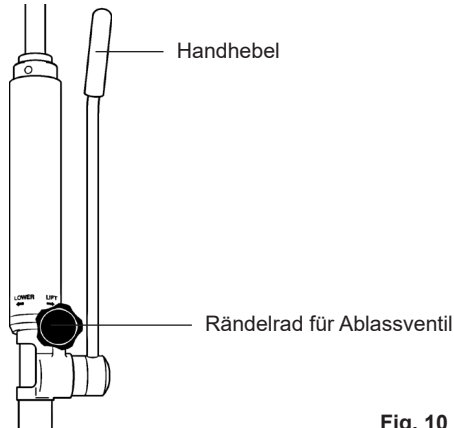

Fig. 10
- Schließen Sie das Ablassventil für die Hydraulik (Fig. 10), indem Sie das schwarze Rändelrad an der Hydraulik im Uhrzeigersinn bis zum Anschlag drehen.
- Betätigen Sie den Handhebel (Fig. 10) der Hydraulik und überprüfen Sie, dass der Kolben den Ausleger anhebt.